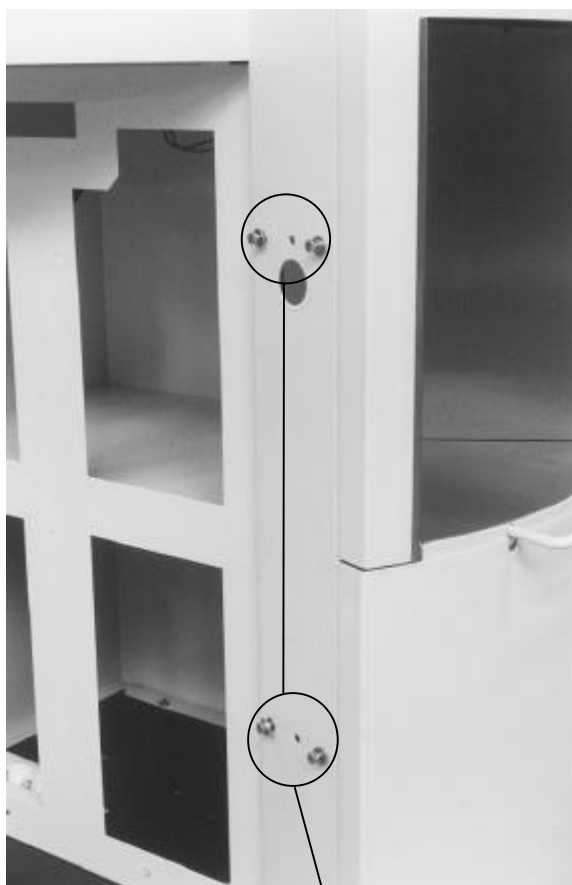

figura 6
- Con anillos de cierre y anillos elásticos, gire los cuatro pernos de fijación dos vueltas en las aberturas de fijación de la base, como se indica en la figura 6.